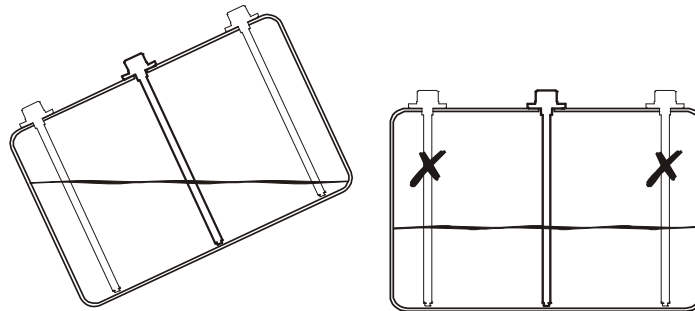

Рис. 3.1 – Правильне розташування Датчика на паливному баку
3.6.1 Обрати місце встановлення Датчика. Датчик рекомендується встановлювати у центрі паливного бака, як показано на рис. 3.1. Тільки в цьому випадку при нахилі, розгоні або гальмуванні ТЗ рівень палива в точці вимірювання найменш схильний до коливань. Вимірювальний зонд має бути орієнтований вертикально вниз. Неправильне встановлення зонда може бути причиною втрати точності визначення об'єму палива. Якщо верхня частина бака